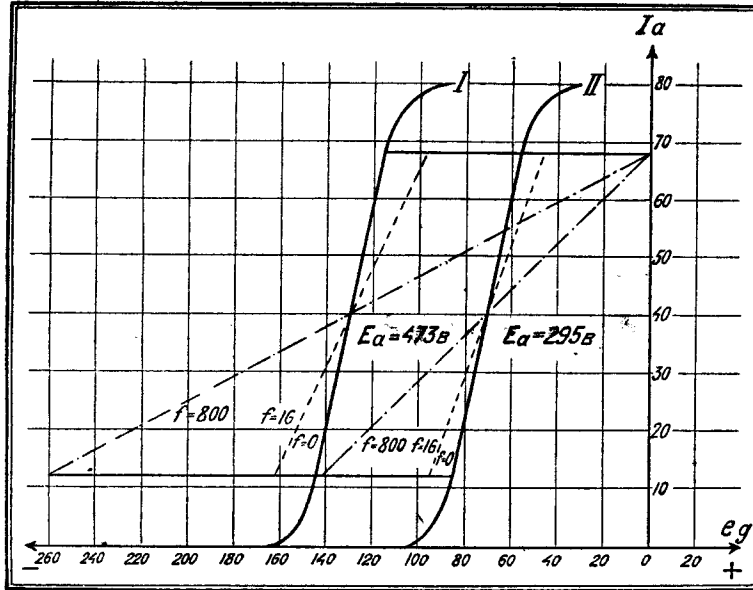
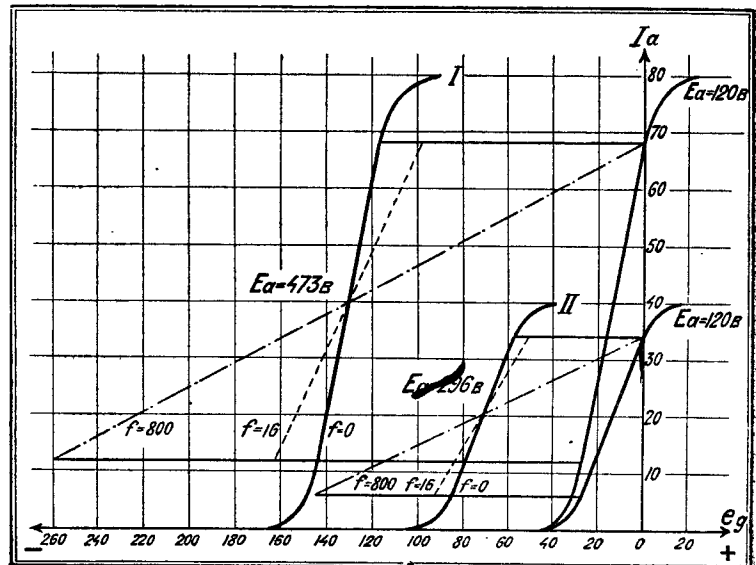

Рис. 3. Динамические соотношения при работе лампы на один (I) и на два параллельно включенных громкоговорителя (II).
Рис. 4. Параллельное включение ламп.
Отсюда следует, что при параллельном включении двух громкоговорителей отдаваемая им лампой полезная мощность, уменьшаемая на половину против мощности, забираемой от лампы одним громкоговорителем. Одновременно, как показывает уравнение (5), конечно, падает и предварительное сеточное напряжение, а вместе с ним необходимое для полного питания переменное сеточное напряжение. Эти соотношения для одного и для двух параллельно включенных громкоговорителей уясняются характеристиками, данными на рис. 3. Для использованных здесь лампы (здесь были употреблены две параллельно включенные лампы Philips. В 403) и при данных постоянных громкоговорителя получается для одного громкоговорителя требующееся анодное напряжение в 437 вольт, а для двух параллельно включенных — 295 вольт.
лишь анодного напряжения в 120 вольт. Если же лампа должна быть использована совместно с громкоговорителем, то согласно формулы (3), напряжение для источника анодного тока должно быть около 296 вольт. Пока не требуется больших усилений, последнюю ступень смело можно выполнить с одной лампой, к которой относятся характеристики рис. 4. Когда же требуются большие мощности переменного тока, тогда нужно включить параллельно две лампы одного и того же типа. Требуемое
В связи с этим, особый интерес заслуживает сравнение анодных мощностей двух последних ступеней усиления, из которых одна образована одной лампой и одним громкоговорителем, а другая двумя параллельно включенными лампами и двумя параллельно включенными громкоговорителями. Для сравнения даны кривая II рис. 4, которая соответствует двум, параллельно включенным лампам при двух громкоговорителях, и кривая II, рис. 3; относящаяся к одной лампе при одном громкоговорителе, в обоих случаях определены рабочие напряжения; полезная мощность n параллельно включенных ламп при n , параллельно включенных громкоговорителях выразится так:
На рис. 4 для примера даны характеристики для одной лампы и для двух параллельно включенных. Если судить только по статической характеристике, то для полного использования лампы этого типа достаточно
анодное напряжение в этом случае значительно повышается, в примеро рис. 4 оно достигает 475 вольт. Обе параллельно включенные лампы ведут себя так же, как одна, соответственно увеличенная лампа. Отсюда следует, что и при параллельном включении ламп, но при маленьком анодном напряжении нельзя добиться значительного увеличения мощности. Только тогда, когда ра-